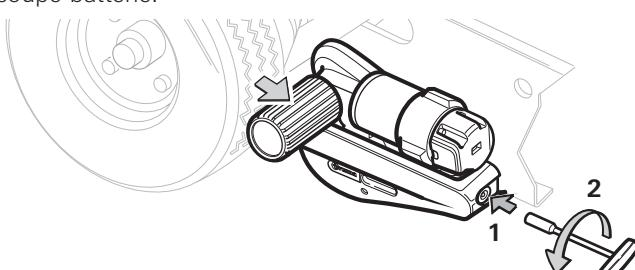

Figure 8
- Engager la clé à douille (surplat de 7 mm) dans l'orifice (figure 8 - 1) et la tourner dans le sens antihoraire (figure 8 - 2) jusqu'à ce que le Mover soit complètement replié contre la butée.